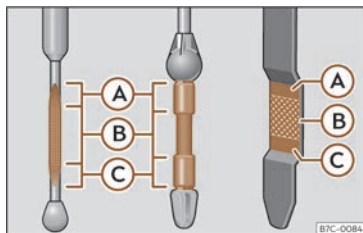

Fig. 244 Jauge d'huile moteur.
- Puis retirez-la à nouveau et vérifiez le niveau d'huile >>> **fig. 244**. Faites l'appoint d'huile moteur si nécessaire.
• Dès que le niveau d'huile atteint la zone >>> **fig. 244 B**, revissez soigneusement le couvercle de l'orifice de remplissage >>> .